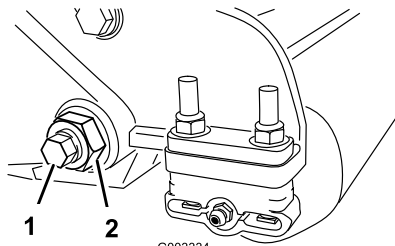
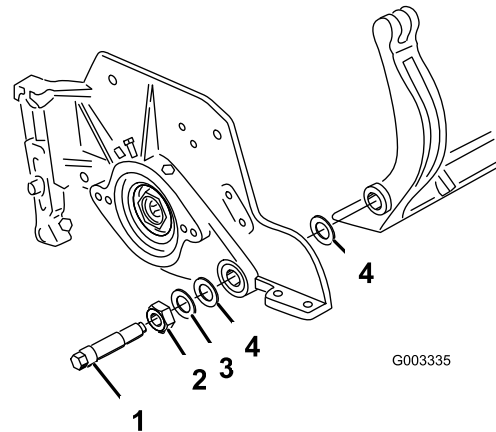

Bild 26
Bild 27
3. Lösen Sie an jeder Seite der Maschine die Klemmmutter, mit der die Schraube des Untermesserträgers befestigt ist (Bild 26).
(Bild 26). Bewahren Sie die beiden Nylonscheiben und die beiden Scheiben aus gestanzten Stahl an jedem Ende des Untermessers auf (Bild 27).
2. Befestigen Sie den Untermesserträger mit den Untermesserträgerschrauben (Muttern an den Schrauben) und den sechs Scheiben an jeder Seitenplatte. Legen Sie eine Nylonscheibe an jede Seite des Seitenplattenansatzes. Legen Sie eine Stahlscheibe außen auf jede Nylonscheibe (Bild 27). Ziehen Sie die Schrauben des Untermesserträgers auf 37–45 Nm an. Ziehen Sie die Sicherungsmuttern an, bis sich die Stahlscheibe außen nicht mehr dreht und kein Spiel am Ende vorhanden ist, ziehen Sie jedoch nicht zu stark an oder verbiegen Sie die Seitenplatten. Die Scheiben innen können einen Abstand aufweisen.